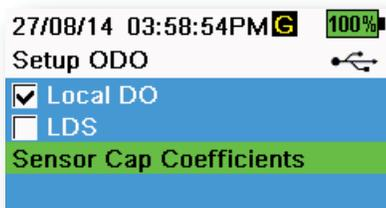

图 24 设置 ODO
**Local DO (当地溶解氧)**: 启用或禁用当地 DO% 测量功能。如果启用该项功能, 无论海拔和气压如何, 校准值均设置为 100%。功能启用后, 运行页面上 DO% 旁边将显示 L。启用“当地 DO”功能后, DO mg/L 测量不受影响 (图 24)。